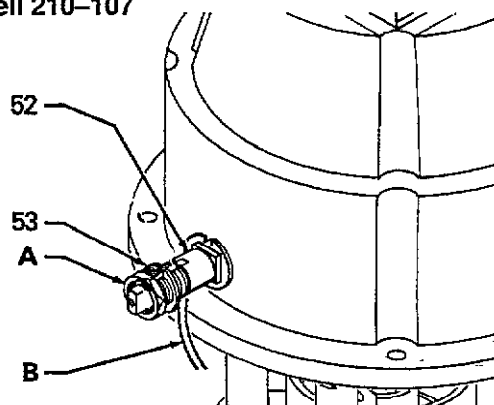

FIG 1
OBS! Referensnummer i texten hänvisar till fig 1 och reservdelsskissen på sidan 6, 8 och 10.
På Modell 210-107 är jordskruven (52) och brickan (53) placerad på motorbasen som visas i fig 1. På Modell 217-338 är jordskruven (61) och brickan (62) placerade på stagplattan. Se tillbehören på sid 11 efter jordledning och klammer.
Lossa låsmuttern (A) från jordskruven och brickan. Stick in ena änden av jordledningen (B) i spåret på jordskruven och drag fast låsmuttern. Se fig 1. Anslut den andra änden av jordledningen till en ordentlig jord enligt de lokala bestämmelserna.